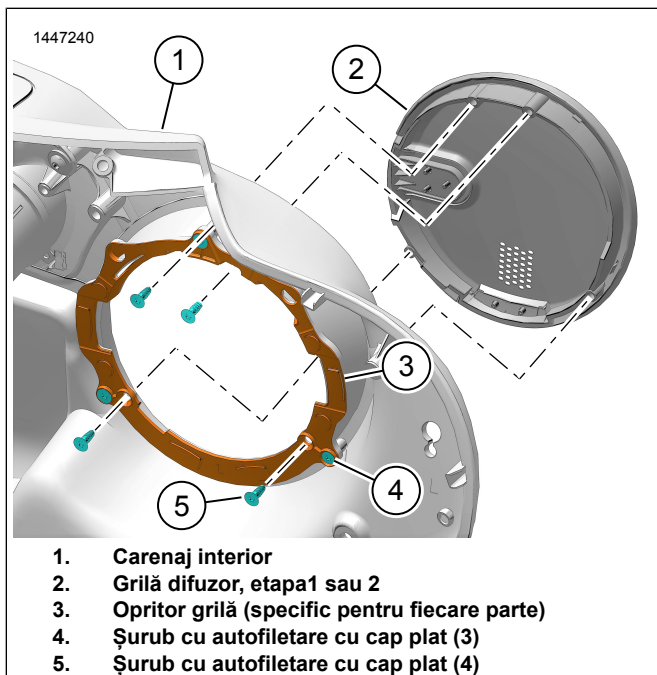

Figura 2. Ansamblul grilei pentru difuzor
1. A se vedea figura 2. Instalați opritorul grilei în carenajul interior.
- a. Instalați opritorul grilei (3) în carenajul interior (1).
- b. Montați șuruburile (4). Strângeți.
2. A se vedea figura 2. Montați grila difuzorului în carenajul interior.
- a. Montați grila difuzorului (2) în carenajul interior. (1).
- b. Montați șuruburile (5). Strângeți.